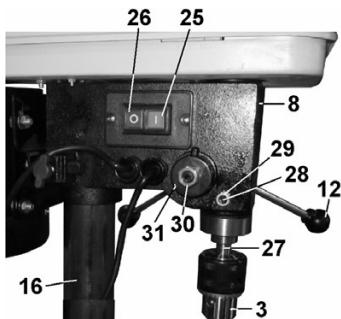

Рис.5.
- 9.9. Установите сверлильный патрон (3) на дorn (27), Рис.5 (предварительно необходимо удалить с его поверхности смазку, а также очистить от смазки внутреннюю посадочную поверхность сверлильного патрона (3),Рис.2, 5).
Закрепите сверлильный патрон (3), Рис.5, в сборе с дornом (27) на шпинделе легким ударом молотка через деревянный бруск. Кулакчи сверлильного патрона (3) при этом должны быть сведены.
- 9.10. Установите кронштейн защитного экрана (5) на посадочное место на шпиндельной головке (8).
9.13. Перемещая шпиндель за ручку (12), Рис.5, проверьте плавность хода шпинделя. Установочный винт (28) с контргайкой (29) предназначен для предотвращения проворачивания шпинделя. Если перемещение происходит не плавно, или для перемещения нужно приложить усилие – необходимо произвести регулировку положения винта (28), предварительно ослабив контргайку (29). По окончанию регулировки закрепите положение контргайкой (29).